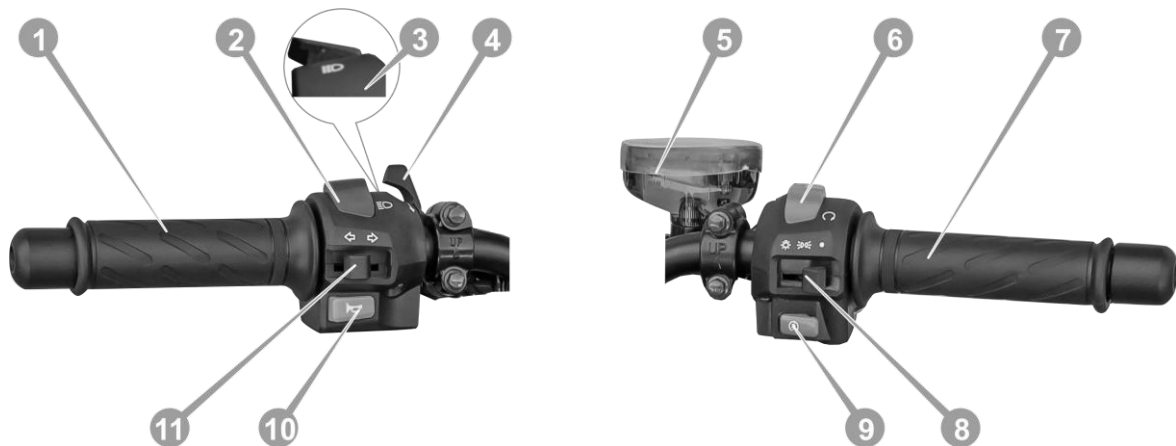

Рисунок 3.4. Блоки перемикачей.
1. Вижати важіль зчеплення на кермі (див. рис. 3.4.) і утримувати його в цьому стані.